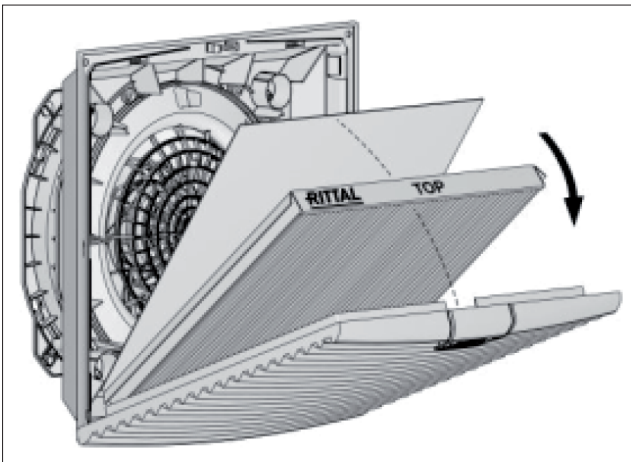

図9: プリーツフィルター IP 55 の挿入
■ IP 55 の場合のみ: プリーツフィルターに付属の IP 55 用のアブソーバーフリースを、あらかじめ挿入したプリーツフィルターの上に置いてください (図9 参照)。この場合、アブソーバーの取り付け向きは重要ではありません。